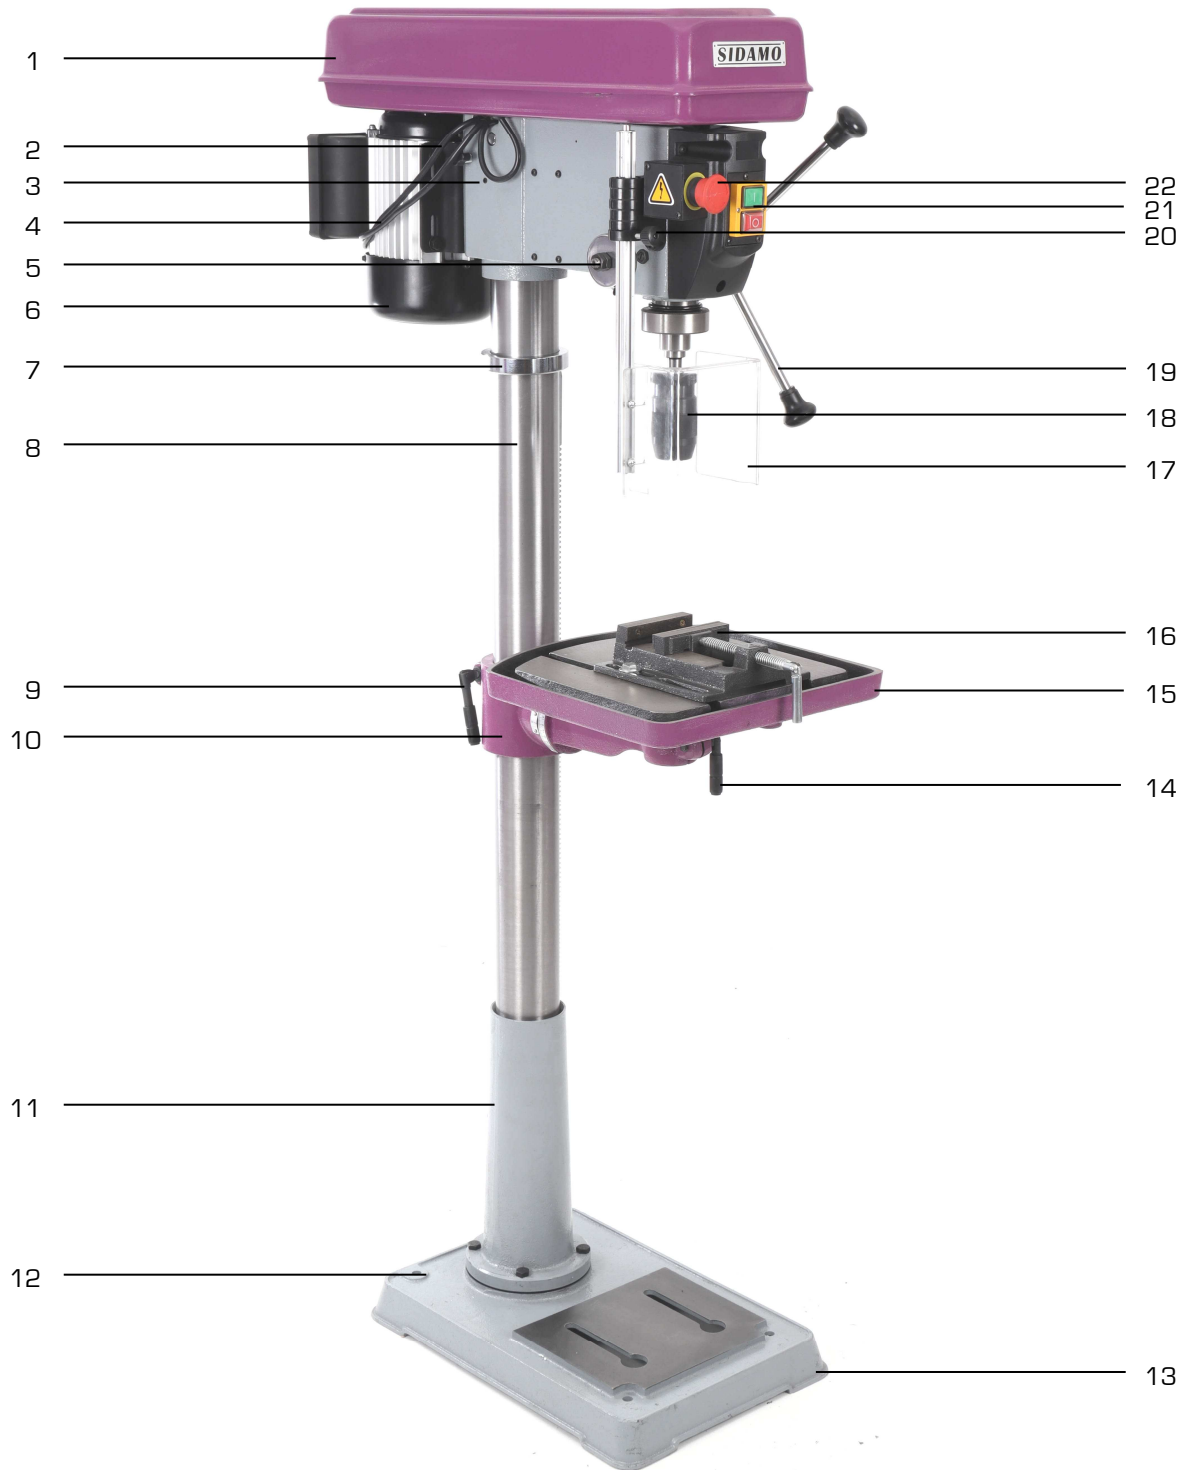

Figure 1
Fixer la machine au sol, en correspondance des 4 points de fixation scellement base (12 fig.1), au moyen de rondelles, d'écrous et de boulons de fixation appropriés (M12), de sorte qu'elle ait une position la plus stable possible.
1. Installer la base (1) sur une surface solide et plane.
2. Monter la colonne (2) avec son support sur la base et la fixer à l'aide des boulons (3).
3. Serrer la poignée de blocage du collier support de table (7).
4. Monter la table (5) dans son support du collier support de table (10 fig.1).
5. Placer la manivelle « montée/descente » de table (8) sur l'axe du pignon du collier support de table et serrer la vis de serrage de la manivelle contre la partie plate de l'axe du pignon.
6. Vérifier le bon fonctionnement de la montée et descente du collier support de table (10 fig.1).
7. Installer la tête (4) sur la colonne (2).
11. Les bras de cabestan (6) doivent être correctement installés pour la descente de broche :
12. Assembler correctement l'ensemble complet de l'écran de protection mandrin (17 fig.1).
13. Installer l'ensemble complet de l'écran de protection mandrin dans son support (20 fig.1).